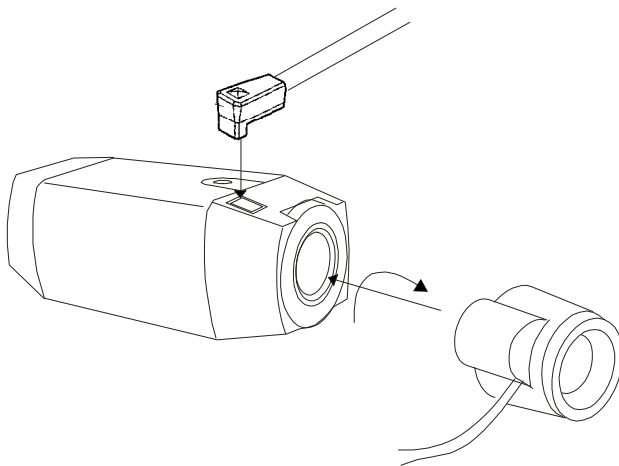

FIGURE 3.
- A. Vissez la lentille à iris auto du type vidéo sur la monture de lentille à l'avant de la caméra (voir figure 3).
- A.** Vissez la lentille à iris auto sur la monture de lentille à l'avant de la caméra (voir figure 3).